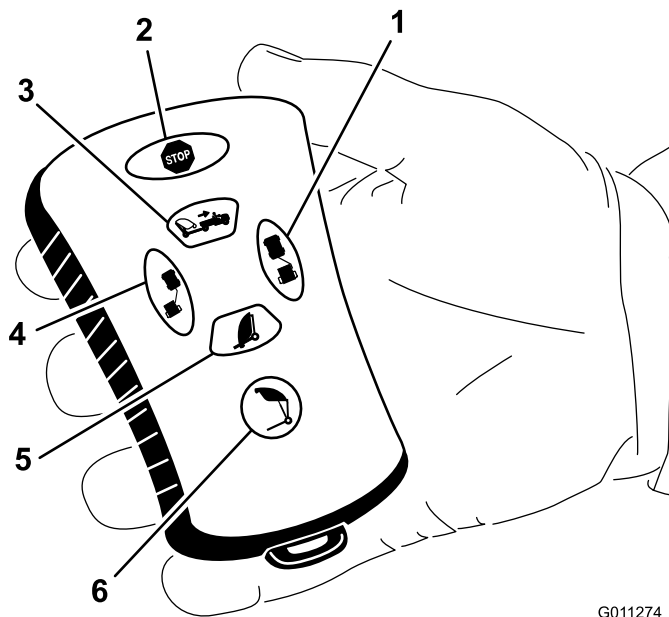

Figura 16
- Premete il pulsante di scarico del cassone (Figura 16).
- Quindi premete il pulsante della posizione disassata sinistra (Figura 16).
- Poi premete il pulsante della posizione disassata destra (Figura 16).
- Infine premete con una pressione lunga il pulsante di scarico del cassone (Figura 16).
Per disassare la spazzatrice verso sinistra premete con una pressione lunga il pulsante di disassamento a sinistra (Figura 16). Rilasciando il pulsante lo spostamento verso sinistra s'interrompe.
Per sollevare il cassone, premete il pulsante di sollevamento della spazzatrice e tenetelo premuto fino a quando il cassone non raggiunge l'altezza desiderata o non si arresta all'altezza predefinita (Figura 16).
Per disassare la spazzatrice verso destra premete con una pressione lunga il pulsante di disassamento a destra (Figura 16). Rilasciando il pulsante lo spostamento verso destra s'interrompe.
Per abbassare il cassone premete il pulsante di abbassamento della spazzatrice (Figura 16). Il cassone può essere abbassato quando si trova in una qualsiasi delle seguenti posizioni: